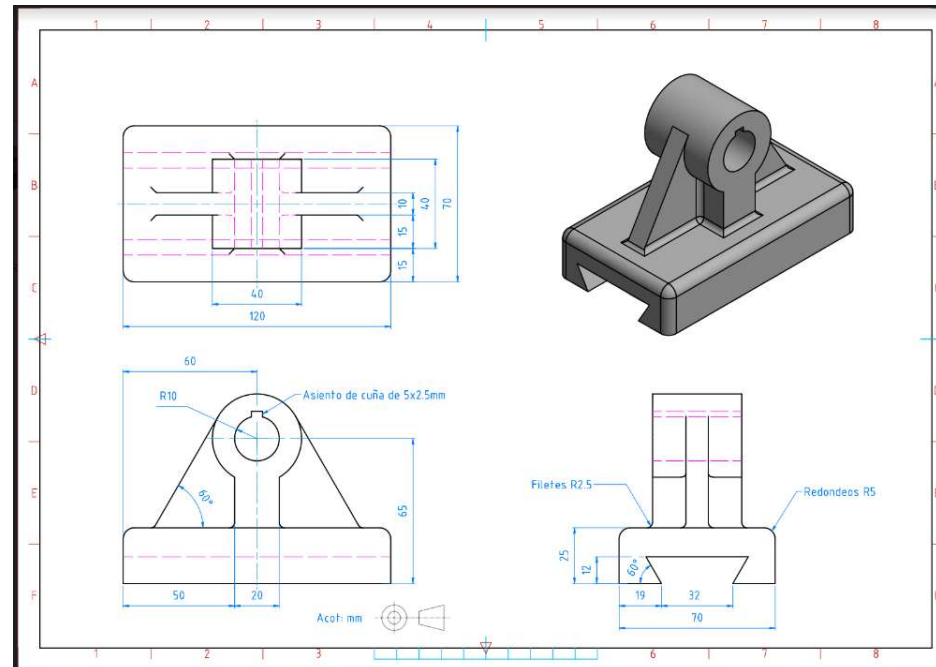

Figura 3
- 1) Obtener el modelo sólido del soporte deslizante que se muestra en la figura 3.